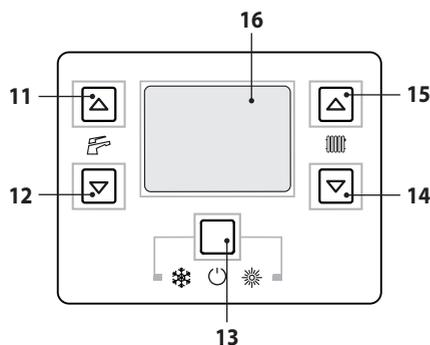

Figura 5.33
15 (aumento) (Figura 5.33).
- Entrare in "modalità programmazione" premendo contemporaneamente per 10 secondi i tasti 13-14-15 (Figura 5.33) fino a far apparire sul display LCD le lettere **P01** che si alternano con il valore del parametro, indicanti l'entrata nel "parametro 01" (Figura 5.34).
- Premendo il tasto 13 (Figura 5.33) si ottiene la conferma del valore inserito.
- Premendo contemporaneamente i tasti 13 e 14 (Figura 5.33) si esce senza modificare il valore (ritorno alla lista parametri Figura 5.35).
- Premendo contemporaneamente per 10 secondi i tasti 13-14-15 (Figura 5.33) si esce dalla "modalità programmazione".